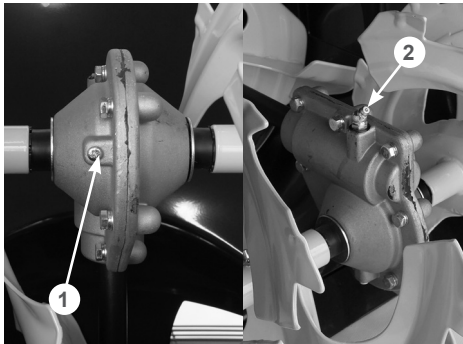

Рис. 44 Добавление смазки в редуктор
1. Очистите от загрязнений винт 1 в нижней части редуктора, пресс-маслёнку 2 и корпус редуктора вокруг них (Рис. 44).
3. Выкрутите винт 1 в нижней части редуктора и подложите под нижнее отверстие в редукторе кусок ветоши (Рис. 44).
4. Установите наконечник шприц-пресса на пресс-маслёнку 2 и начните направлять смазку в редуктор (Рис. 44).